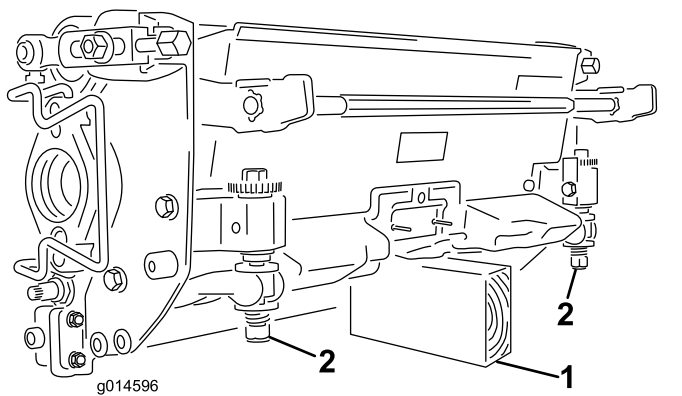

Figure 54
**Important:** Chaque fois que vous devez basculer l'unité de coupe, soutenez-la à l'arrière pour empêcher les écrous situés sur les vis de réglage de la barre d'appui de reposer sur la surface de travail (Figure 54).